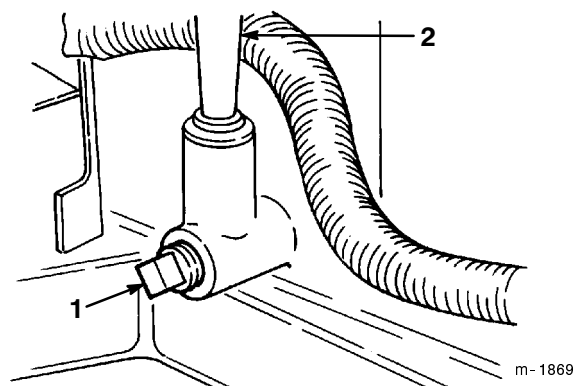

Figure 15
4. Placez un bac de vidange sous le goulot de remplissage/jauge et enlevez le bouchon de vidange (Fig. 15).